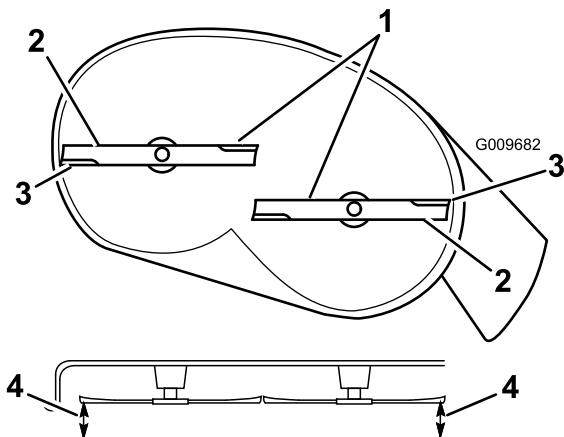
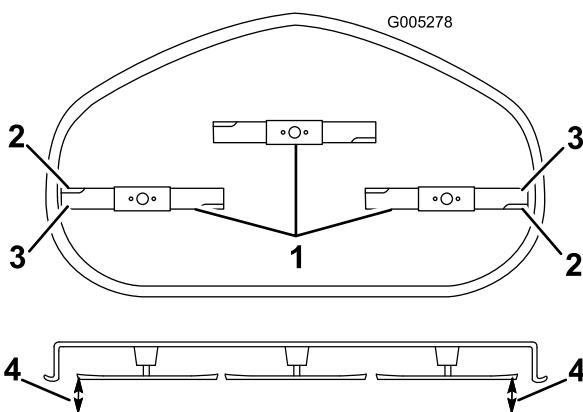

Figura 51
Figura 52
- Gire cuidadosamente las cuchillas hasta que estén todas orientadas lateralmente (Figura 51 y Figura 52).
- Mida entre los bordes de corte exteriores y la superficie plana (Figura 51).